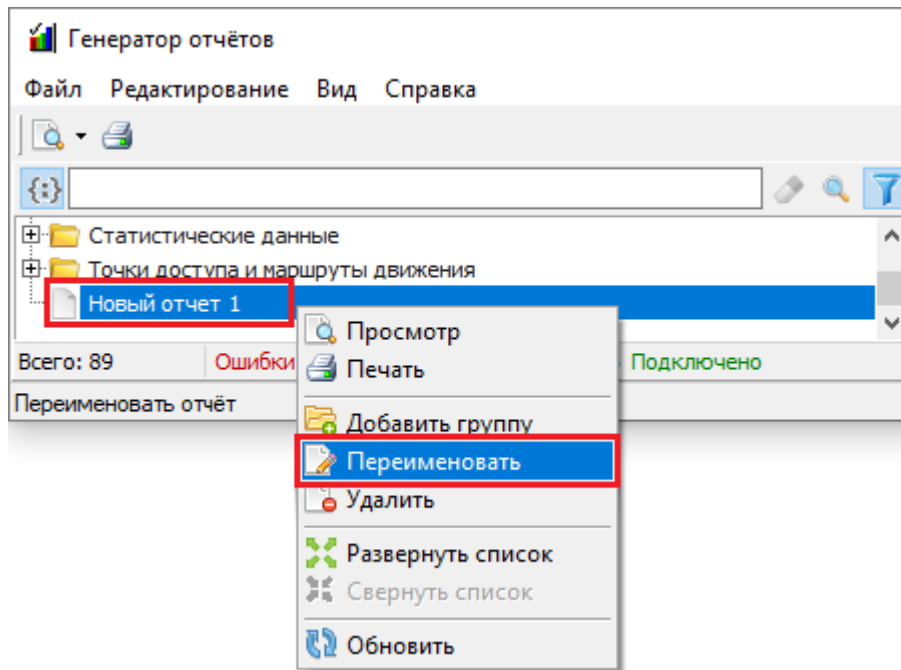

Рисунок 11-297 Переименование отчета или группы отчетов через контекстное меню списка отчетов
- выберите в контекстном меню списка отчетов (см. п. 11.5.3.2.2) пункт « Переименовать» (см. Рисунок 11-297),